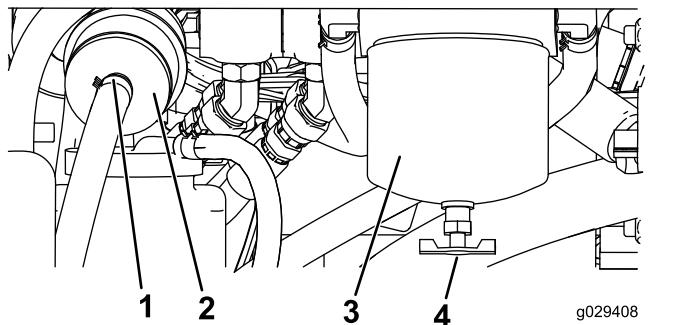

図 49
4. エンジン後方にある燃料フィルタ図 49を探し出し、その下に回収容器をおく。
4. エンジン右側にある燃料フィルタ図 49を探し出し、その下に汚れていない容器をおく。
5. フィルタ容器(図 49)の周辺をウェスできれいにぬぐう。
6. フィルタ容器を外して取り付け部をきれいに拭く図 49。
9. ガスケットが取り付け部に当るまで手でフィルタをねじ込み、そこからさらに 1/2 回転締め付ける図 49。
10. 燃料フィルタ容器の左側にあるインラインフィルタ図 49を探し出し、フィルタの側面についている燃料の流れ方向を示す矢印の向きを確認する。
11. インラインフィルタの前後両方のクランプをゆるめて、フィルタをホースから外す図 49。外したフィルタは廃棄する。
12. 新しいフィルタにホースを接続する図 49 フィルタについている矢印がエンジン電気燃料ポンプの方を向くように取り付けること。